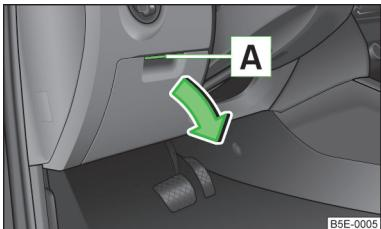

Fig. 58
- Levante el tirador **A** fig. 58 y abra el compartimento en el sentido de la flecha.